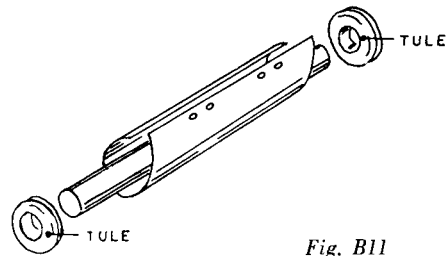

Fig. B11
9. Buig nu het isolatiepapier tot een kokertje om de zwarte staaf heen. Zorg er voor, dat de gaatjes in het papier aan de buitenzijde komen te zitten (figuur B11).